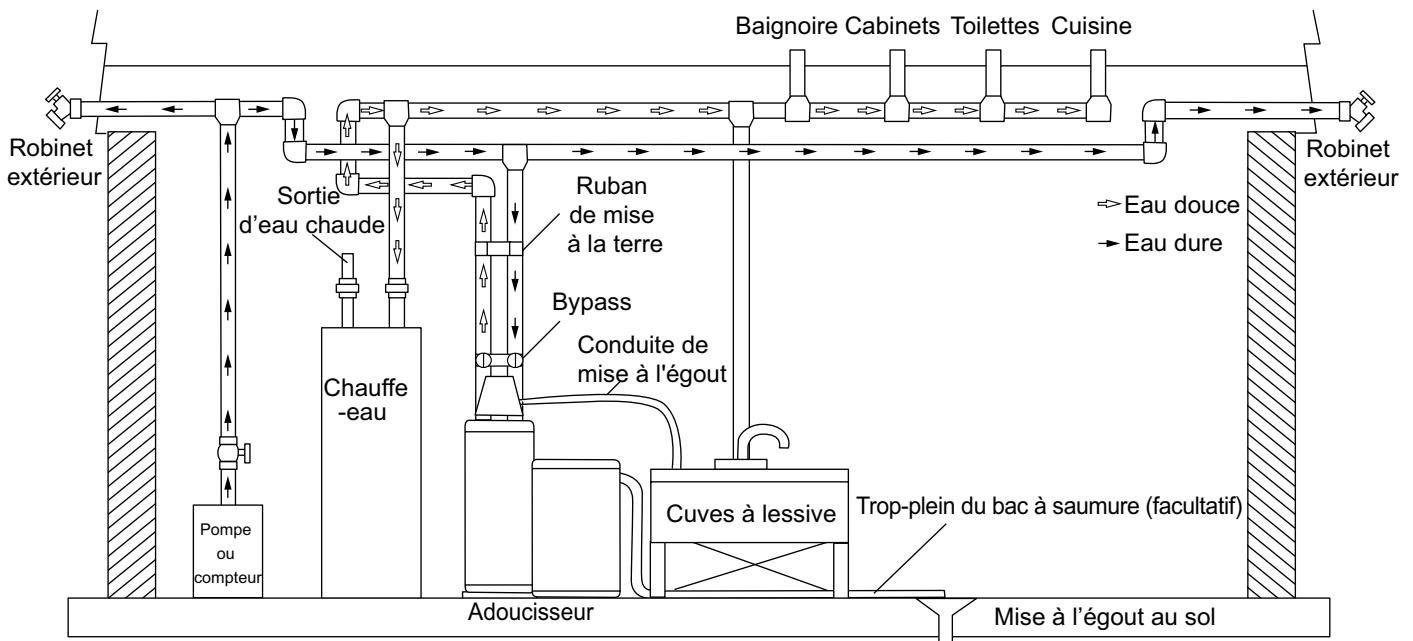

Figure 3 Débit d'eau adoucie
1. Après avoir branché l'appareil, l'écran Format (Figure 3) s'affiche.